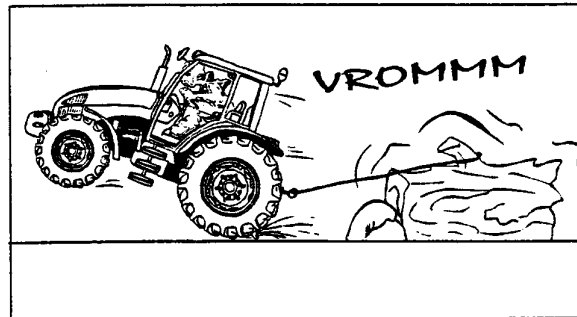

Fig.2-30
- Arranque lentamente y aumente la velocidad gradualmente. NO aumente las revoluciones del motor NI use el embrague para aumentar el tiro. Si el tractor está enganchado con una carga pesada o con un objeto inamovible, el uso inadecuado del embrague puede causar el vuelco (Fig. 2-30 y 2-31).